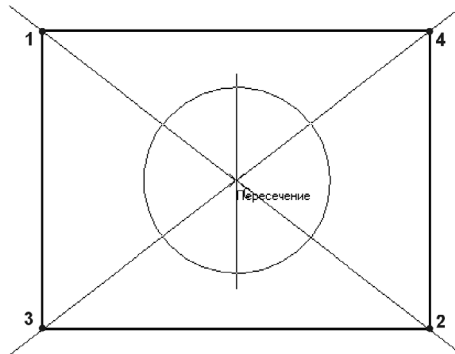

Рис. 11.4. Использование привязки **Пересечение**
5. С помощью привязки **Пересечение** (рис. 11.4) зафиксируйте центр окружности в точке пересечения вспомогательных прямых.